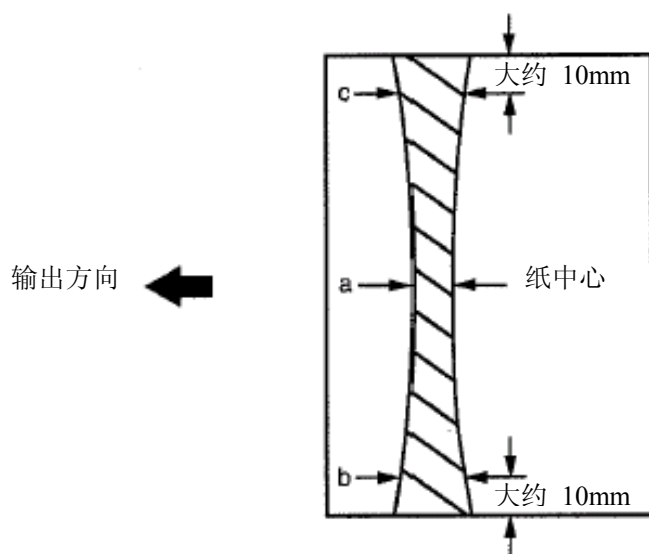

图 04-701-01
- 5) 测量跨过纸张的光带宽度，并检查它是否满足图04-701-01中所需的下列要求。